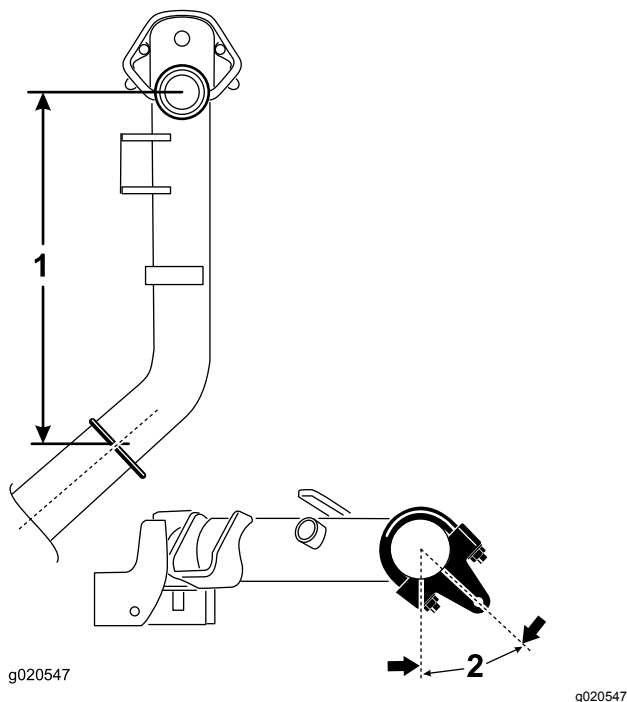

Figura 6
- Sui bracci di sollevamento n° 2 e 3, posizionate le staffe e i bulloni a U a una distanza di 38,1 cm dietro la linea centrale dello snodo di articolazione (Figura 6).